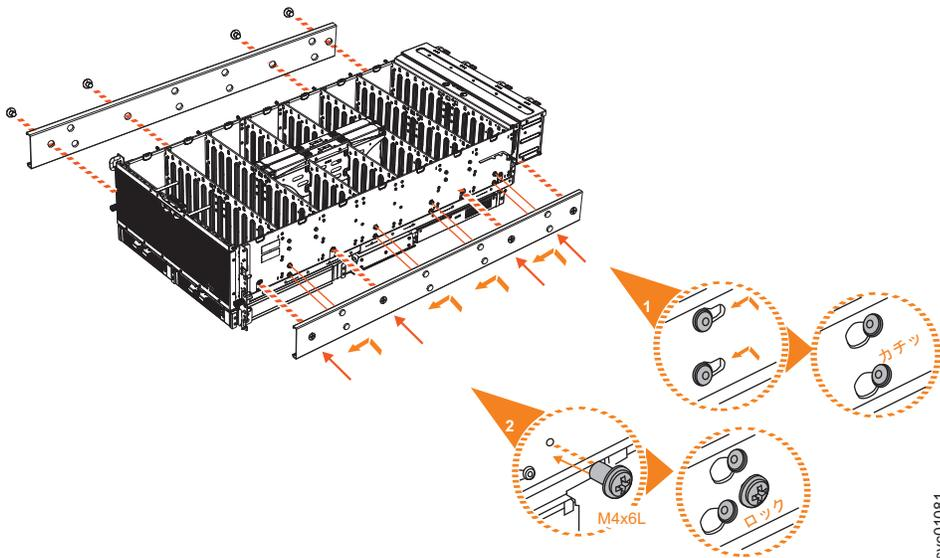

図 92. エンクロージャーへの内部レール・セクションの取り付け
5. 拡張エンクロージャーの各側面にレールの内部セクションを取り付けます (268 ページの図 92 を参照)。